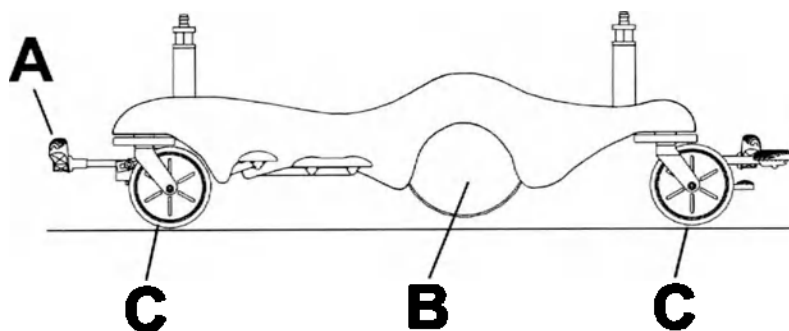

Рисунок 8 – Транспортировка без Big Wheel
1. Поставьте педаль тормоза/регулирования угла поворота (A) в нейтральное положение (Рисунок 8).
- Когда изделие находится в нейтральном положении, Big Wheel (B) не должно касаться пола, а изделие должно стоять на всех четырех роликах (C) (Рисунок 8). В этом положении можно перемещать изделие во всех направлениях, включая боковое.